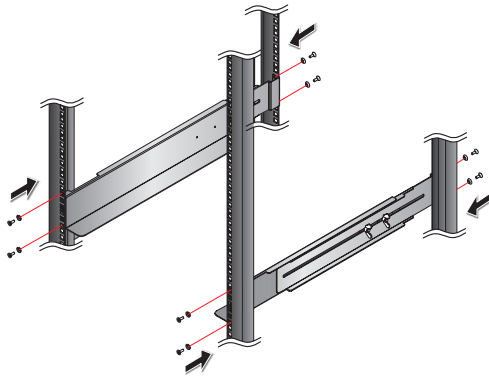

Figure 3-3 : 레일을 랙에 장착
- 3 제공된 8개의 나사와 와셔를 사용하여 레일을 랙에 장착합니다. Figure 3-3 참조.